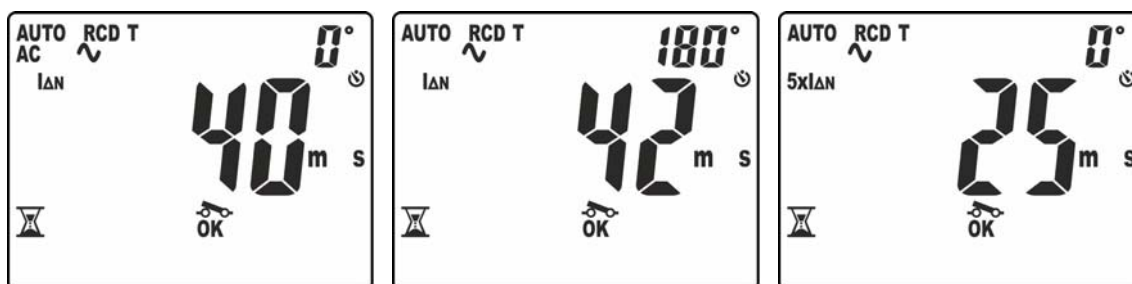

Fig. 32: Tempo di intervento in modo AUTO – Videate 1
10. Il primo test eseguito è quello con corrente di prova $I_{\Delta n}$ e polarità 0° . Il risultato della misura parziale è mostrato a display con indicazione "OK" o "NOT OK" (vedere Fig. 32 – parte sinistra). Il simbolo "🔌" lampeggiante indica che occorre riarmare l'RCD
11. Il secondo test eseguito è quello con corrente di prova $I_{\Delta n}$ e polarità 180° . Il risultato della misura parziale è mostrato a display con indicazione "OK" o "NOT OK" (vedere Fig. 32 – parte centrale). Il simbolo "🔌" lampeggiante indica che occorre riarmare l'RCD
12. Il terzo test eseguito è quello con corrente di prova $5xI_{\Delta n}$ e polarità 0° . Il risultato della misura parziale è mostrato a display con indicazione "OK" o "NOT OK" (vedere Fig. 32 – parte destra). Il simbolo "🔌" lampeggiante indica che occorre riarmare l'RCD